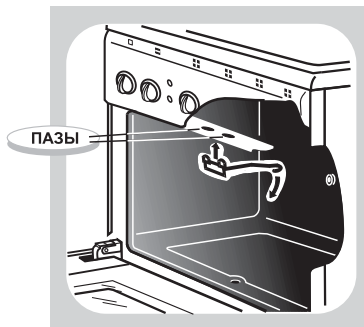

Рис. 16
- Установите крючок, для чего вставьте «усы» крючка в пазы верхней полки проема духовки и опустите крючок вниз (рис. 16, 17).